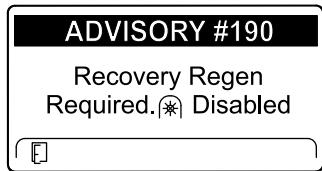

Figura 48
- É necessária uma regeneração de recuperação – tomada de força desativada Aviso N.º 190 (Figura 48)